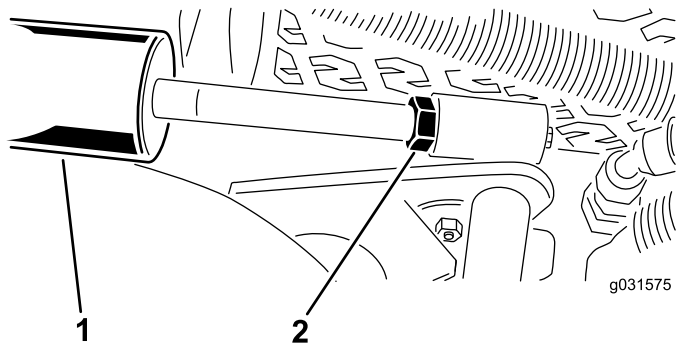

Figura 15
- A. Baixe as unidades de corte e solte a porca de bloqueio do cilindro (Figura 15).